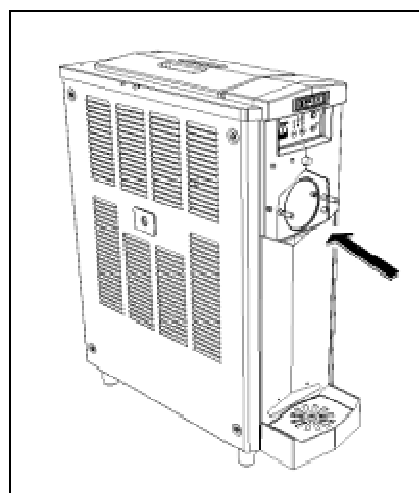

Fig. 17
- **L**avare accuratamente il cilindro di congelamento e la vasca superiore, rimuovendo ogni residuo di prodotto con una spugna pulita imbevuta di sanizzante prestando attenzione di bagnare completamente tutte le superfici per almeno 60 secondi. Lasciare poi asciugare ed assicurarsi di seguire le normative locali cogenti (vedi fig.17).
- **S**pruzzare poi la soluzione sanizzante su tutte le pareti del cilindro e della vasca superiore e lasciare agire secondo quanto prescritto dal produttore del sanizzante (vedi fig.17).